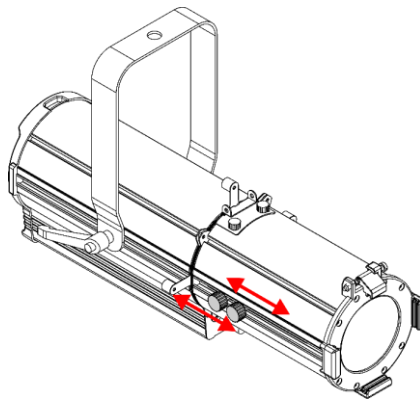

Fig. 05
- 01) Ruotare il **comando di messa a fuoco (13)** e il **comando dello zoom (12)** in senso antiorario per allentarli.
- 02) Far scorrere i comandi in avanti o indietro per ottenere l'angolo di emissione desiderato (vedere la Fig. 05).
- 03) Una volta messo a fuoco l'apparecchio, ruotare il **comando di messa a fuoco (13)** e il **comando dello zoom (12)** in senso orario per serrarli. Non serrare eccessivamente.